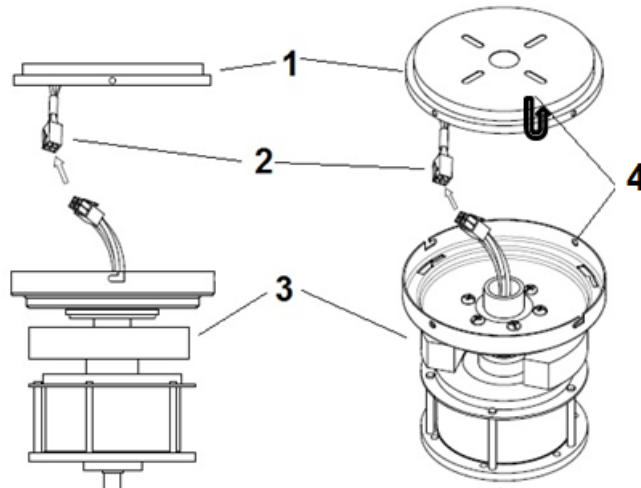

Fig. 3
- Til de ventilator assemblage omhoog tot aan de bevestigingsplaat (1) en steek de J-haak van de bevestigingsplaat (4) door het gat van de ophangplaat en hang de ventilator assemblage op (3). Fig. 3
- Sluit de mannetje - vrouwtje connectors aan (2). Fig. 3